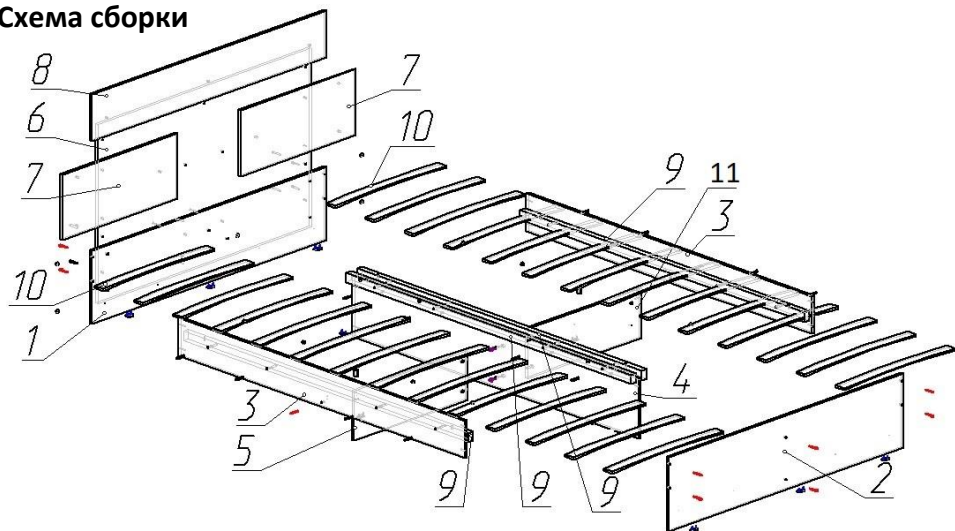

Рис.1
2. Забить в деталь №6 гайки М6 усовые (Б) (рис.1).